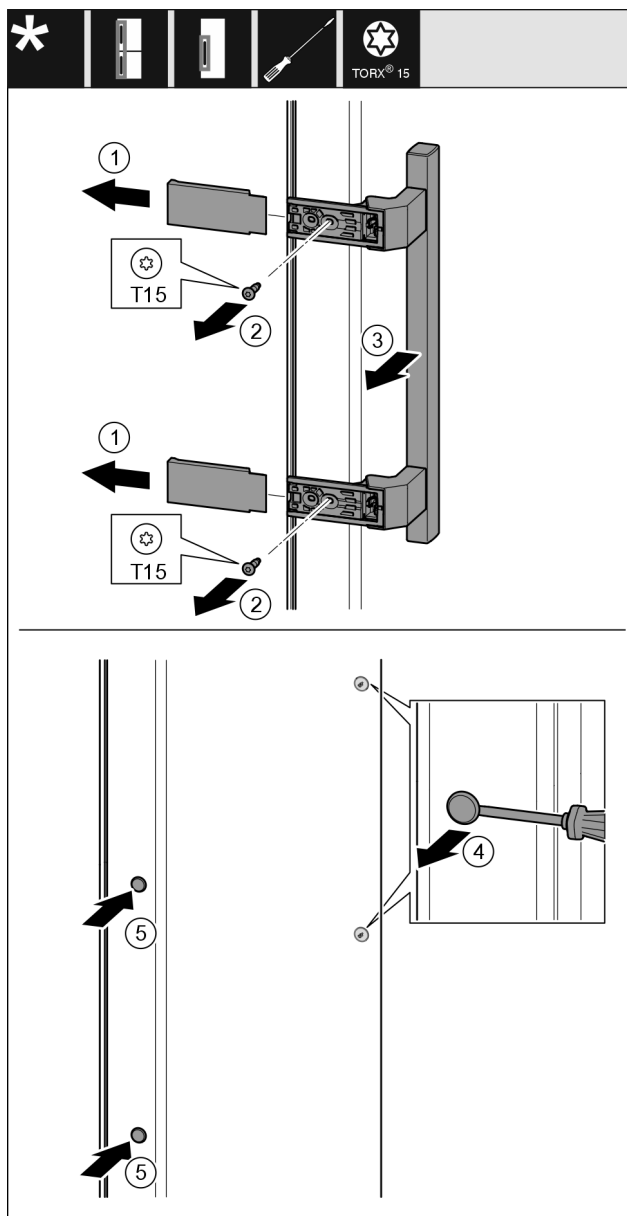

Fig. 54
- ▶ Stáhněte kryt Fig. 54 (1).
- ▶ Šroubovákem vyšroubujte šrouby Fig. 54 (2).
- ▶ Sejměte madlo Fig. 54 (3).
- ▶ Postranní zátku Fig. 54 (4) opatrně plochým šroubovákem nadzvedněte a vytáhněte.
- ▶ Zátku Fig. 54 (5) opět vložte na druhé straně.